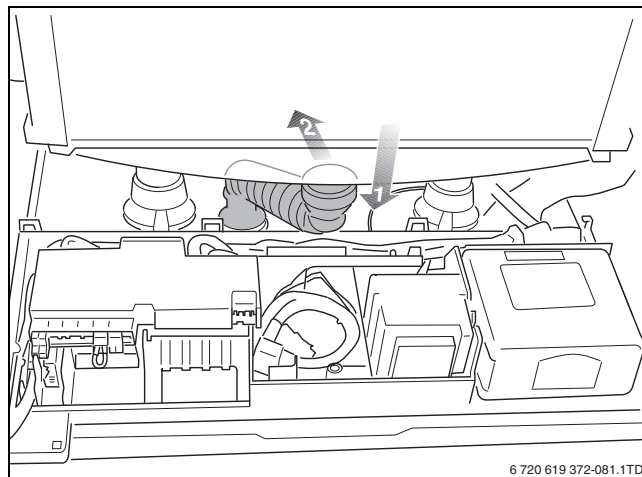

Bild 96 Wellenschlauch abziehen
- ▶ Wellenschlauch für Kondensatablauf lösen und nach hinten biegen (→ Bild 96).